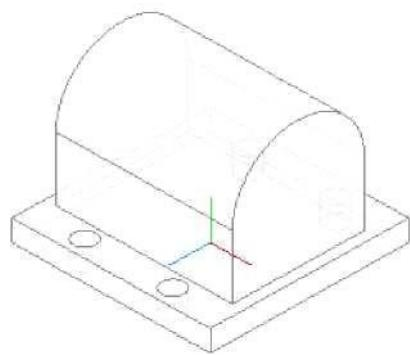

Рис. 7.27
4. Применяем к полученному эскизу команду **Приклейте выдавливанием. Направление выдавливания - Средняя плоскость, Расстояние - 80** (рис. 7.27).